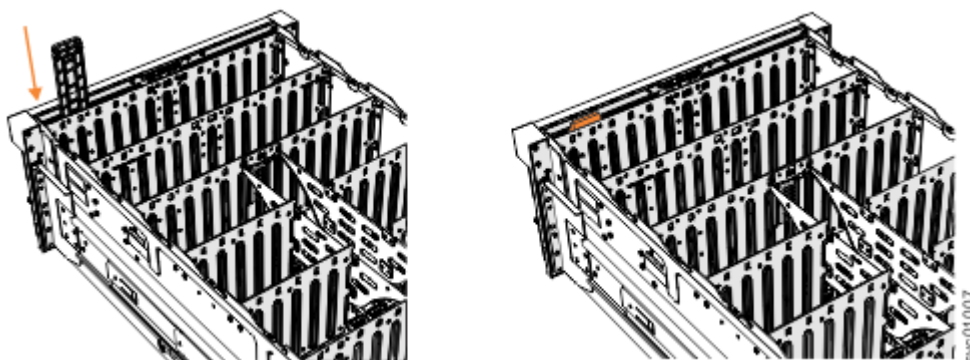

Рисунок 131. Установка дисплейной панели
2. Осторожно выровняйте дисплейную панель по направляющим спереди корпуса расширения (см. Рисунок 131 на стр. 117).